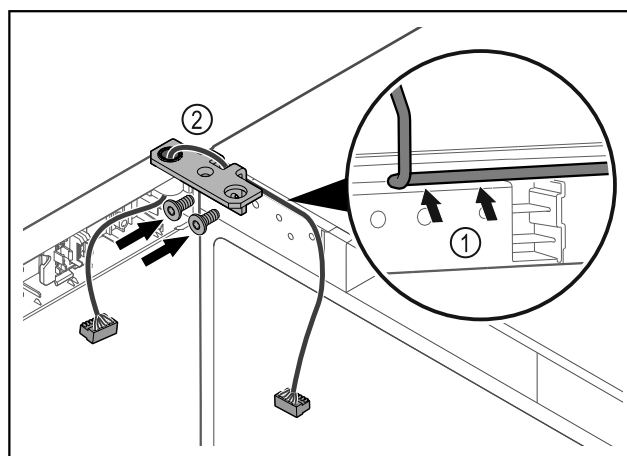

Fig. 63
- ▶ Lägg kabeln genom gångjärnsfästets urtag och dra den försiktigt Fig. 63 (1).
- ▶ Skruva fast gångjärnsfästet Fig. 63 (2).